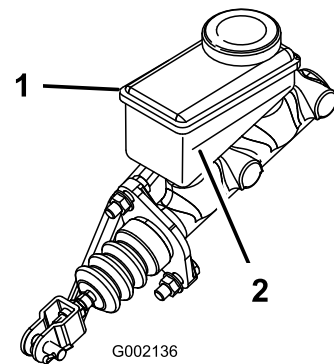

Bild 65
5. Lesen Sie den Flüssigkeitsstand am Stutzen an der Seite des Behälters ab (Bild 65).
- B. Füllen Sie DOT 3-Bremsflüssigkeit in den Behälter, bis der Füllstand über der Minimum-Markierung liegt (Bild 65).